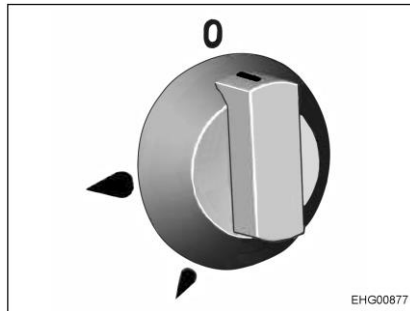

Bild 131 Vridregulator
- Tryck på vridregulatorn (Bild 131) för önskad platta, vrid den till tändningsläget (stor låga) och håll den intryckt.
- Tryck på vridregulatorn (Bild 131), vrid den till tändningsläget (stor låga) och håll den intryckt.
- Tryck lätt på vridregulatorn (Bild 131) och vrid den till högsta nivån (240 °C).